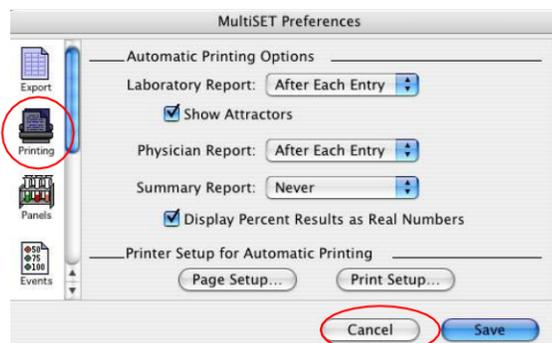

Figura 13: Configuração da impressora para habilitar ou não a impressão dos laudos.
7.1. Para habilitar ou desabilitar a impressão do laudo, procurar na barra **BD Multiset™** superior e clicar na seqüência: **Preferences > Printing > Never** (para desabilitar a impressão) ou **After each entry** (para habilitar a impressão após cada análise) > **Save** (Figura 13).